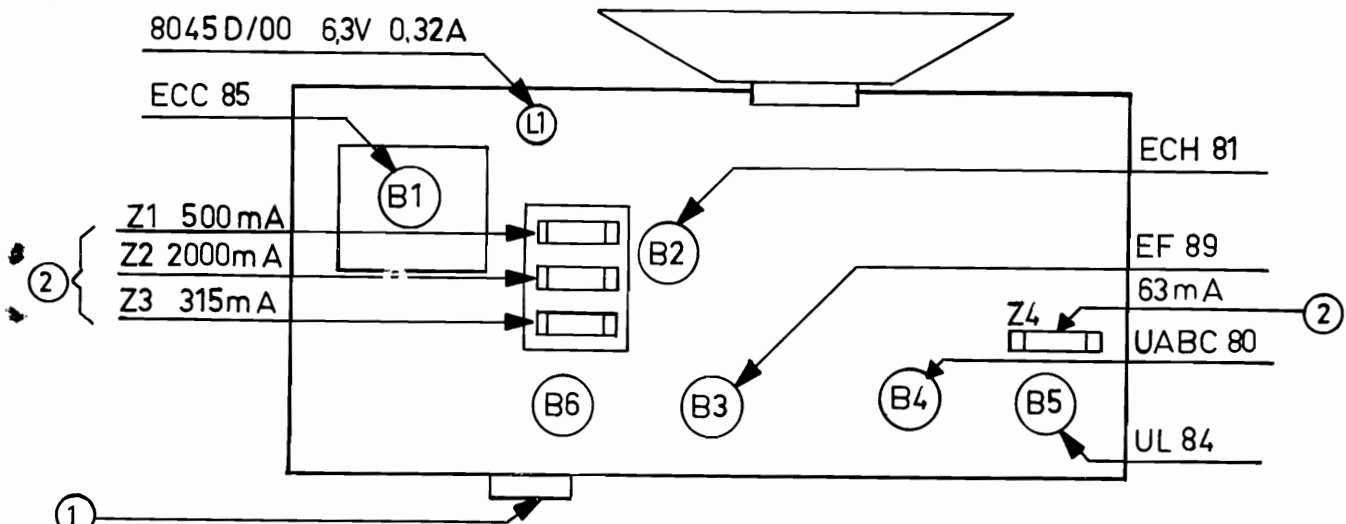

FIG.1
(zie pos. 1, fig. 1).
orde zijn (zie pos. 2, fig. 1).
plaats staan (zie fig. 1).